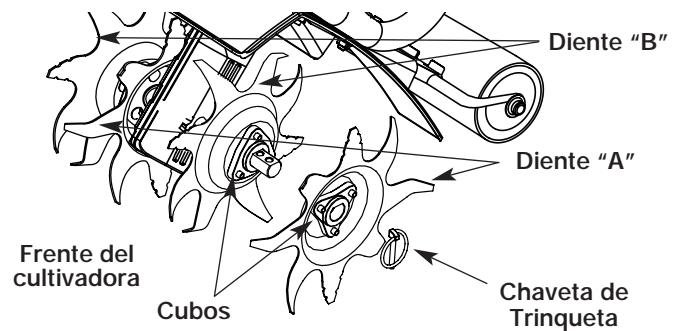

Fig. 12a
- Saque las presillas del pasador de la horquilla y los pasadores de la horquilla (Fig. 12a).